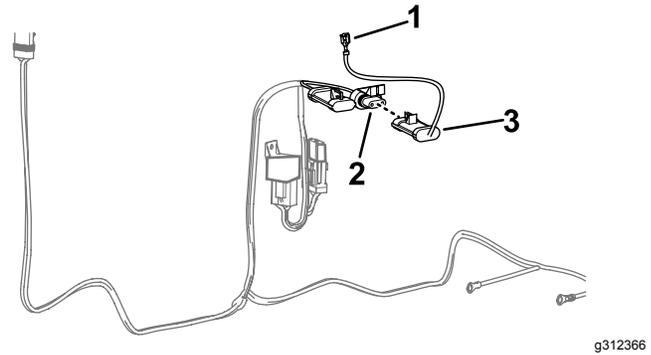

図 8
- ハーネスアダプタの 3 ソケットコネクタを、電源ハーネスの 3 ピンコネクタに接続する 図 8。